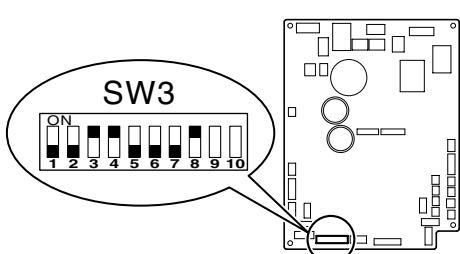

Fig. 6-2
6.2. Ρύθμιση εντοιχισμένης εσωτερικής μονάδας (απαραίτητη) (Fig. 6-2)